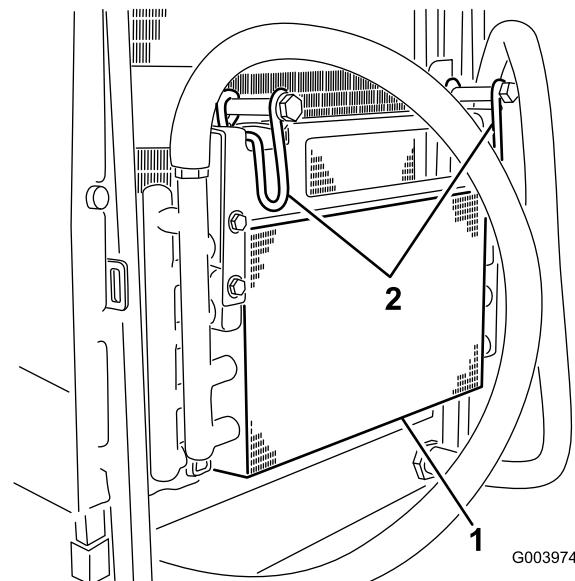

Bild 80
5. Drehen Sie die Riegel nach innen, um den Ölkühler zu lösen (Bild 80).